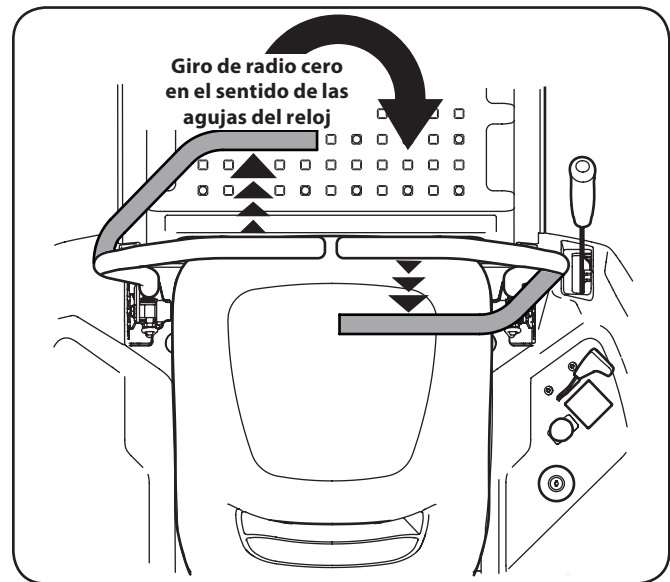

Figura 5-9
2. Para girar en el sentido de las agujas del reloj, mueva la palanca de control del lado izquierdo hacia adelante mientras mueve simultáneamente la palanca de control derecha hacia atrás. Consulte la Figura 5-9.